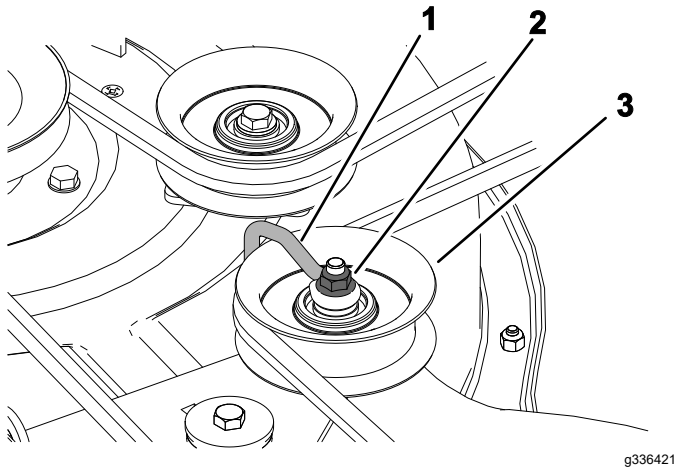

Figure 51
5. Sur les tabliers à 3 lames, desserrez l'écrou qui fixe le fil métallique à la poulie de tension (Figure 51).
**Remarque:** Positionnez le fil métallique contre le bras de la poulie de tension comme montré à la Figure 51.